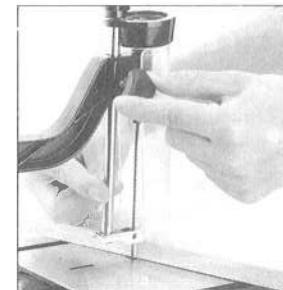

図11
①ブレードの張力をブレード張力調整ネジで調整してください。
②材料をテーブルの上に水平に置いてください。
③材料押え支柱固定ネジをゆるめ、材料の上に材料押えを軽く置いてネジを締めてください。(図11参照)